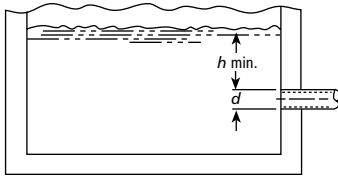

Figure 8
- S'assurer que le diamètre ( $d$ ) et la hauteur d'immersion ( $h$ ) de l'orifice d'entrée du tuyau d'aspiration sont suffisants pour empêcher l'aspiration d'air par vortex (fig. 8 à 11).